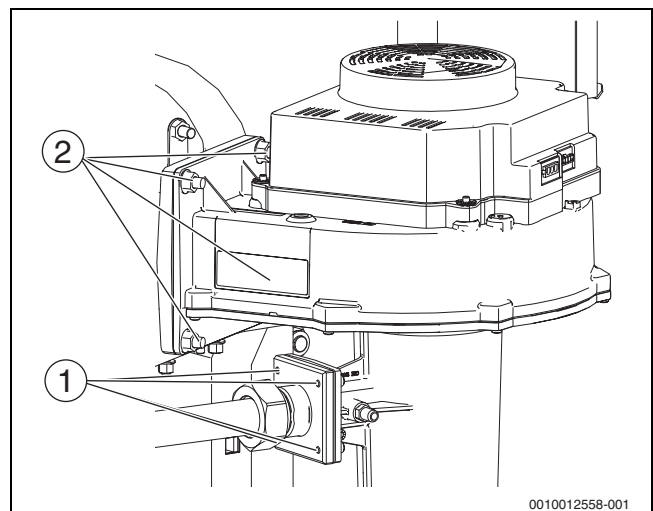

Bild 65 Gebläse ausbauen (Kesselgröße 200-300 kW)
- ▶ Gemischflansch durch entfernen der 4 Muttern am Venturi abschrauben (→ Bild 65, [1]).
- ▶ 4 Sechskant-Muttern am Gemischkrümmer entfernen (→ Bild 65).
- ▶ Gebläse durch entfernen der 4 Muttern am Gemischkrümmer abschrauben (→ Bild 65, [2]).